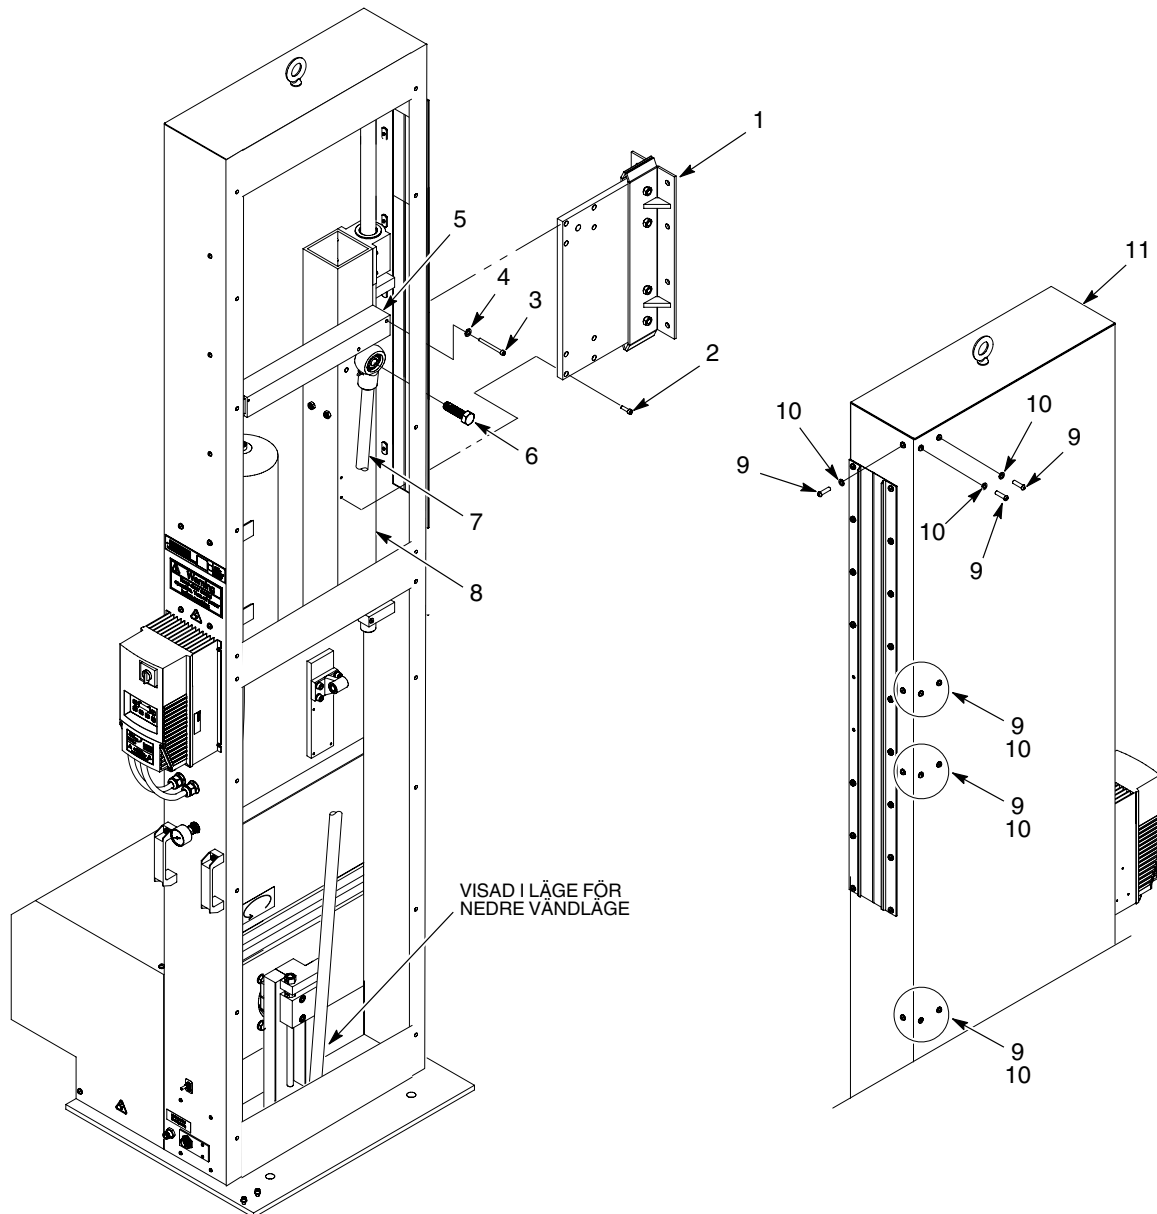

Bild 18 Montering av lagerdel
1. Se bild 18. Låt en medhjälpare placera lagerdelen i läge i oscillatoren (11). Skruva fast lagerdelen i oscillatoren med låsbrickorna (10) och skruvarna (9). Drag åt skruvarna ordentligt.
2. Montera pistolvagnen (1) på montereröret (8) med hjälp av skruvarna. Drag åt skruvarna ordentligt.
3. Fetta in gängorna på skruven (6). Montera anslutningsstången (7) på montereröret (8) med hjälp av skruven. Drag åt skruven med med momentet 90-100 ft-lb. (120-135 N•m).
4. Montera stabiliseringsstången (5) på lagrets monteringsrör (8) med hjälp av låsbrickorna (4) och skruvarna (3). Drag åt skruvarna ordentligt.